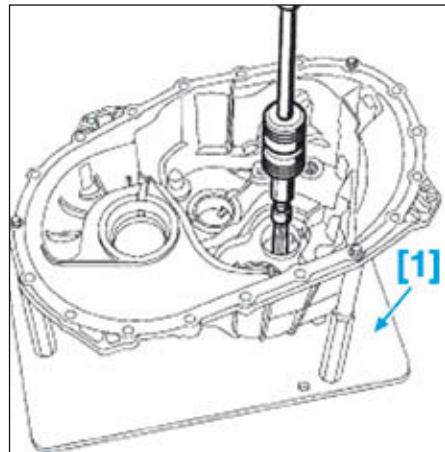

FIG.41
- Positionner le carter de mécanisme à l'aide de l'outil [1] (Fig.41) et le fixer avec les trois vis.